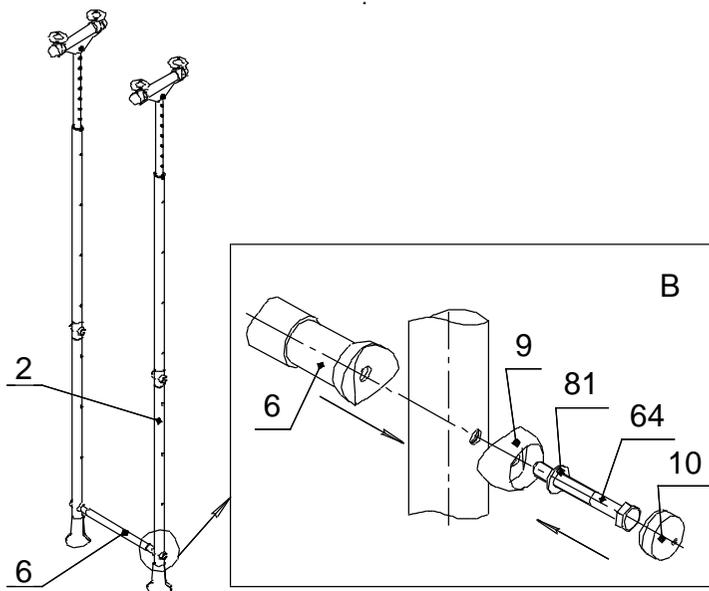

Рис.2
- Собрать комплексы поз.2 по соответствующему паспорту; соединить их между собой при помощи ступени поз.6 (рис.2)